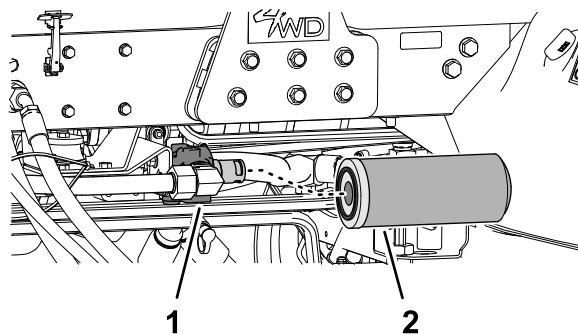

Figura 164
1. Limpie la zona alrededor del filtro de retorno y del cabezal del filtro (Figura 164).